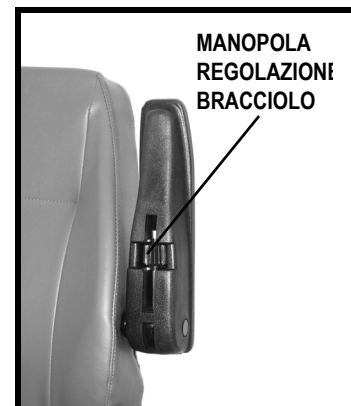

Figura 14. Manopola Regolazione Bracciolo
1. Tirare verso l'alto la leva di sblocco dello schienale per sbloccarlo. **Si veda figura 14.**
I braccioli dello scooter sono regolabili verso il basso o verso l'alto ruotando l'apposito selettore. Si veda figura 14.